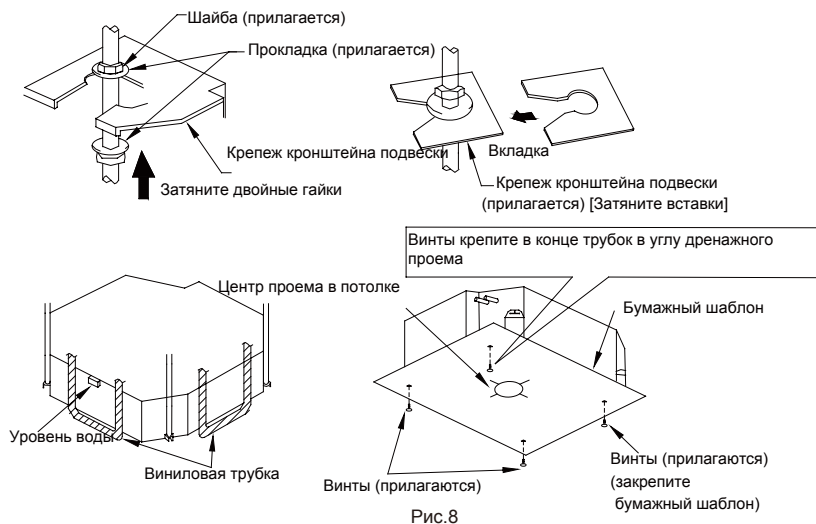

Рис.8
(2) Используйте бумажный шаблон (Рис.8).
(3) Установите и зафиксируйте блок (Рис.8).
(4) Проверьте, чтобы блок был расположен горизонтально (Рис.8).